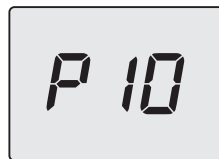

Figura 5.75
- Premere per 1 sec. il tasto 13 (Figura 5.71) per entrare nel parametro selezionato. Il display visualizzerà quanto segue (6=60 secondi) (Figura 5.75).